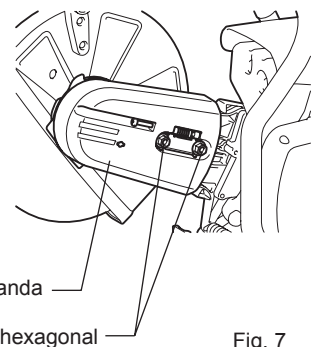

Fig. 7
- (7) Instale la cubierta de la banda. (Fig. 7)